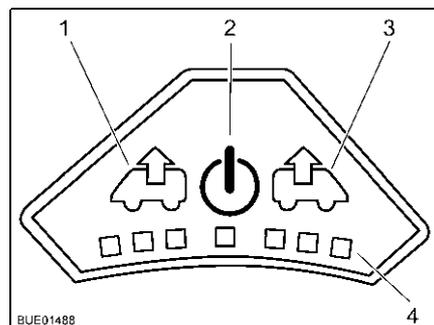

Fig. 85 Quadro comandi del ventilatore
**Accensione:** ■ Premere il tasto On/Off (Fig. 85,2). Il ventilatore funziona in modalità comfort (sfiato al numero di giri minimi del ventilatore).
**Sfiato:** ■ Per aumentare il numero di giri del ventilatore: Premere il tasto Sfiato (Fig. 85,1). Il numero di giri del ventilatore aumenta di uno stadio in direzione sfiato. I LED (Fig. 85,4) indicano gli stadi di commutazione.
■ Per ridurre il numero di giri del ventilatore: Premere il tasto Aerazione (Fig. 85,3). Il numero di giri del ventilatore si riduce di uno stadio.
**Aerazione:** ■ Per aumentare il numero di giri del ventilatore: Premere il tasto Aerazione (Fig. 85,3). Il numero di giri del ventilatore aumenta di uno stadio in direzione aerazione. I LED (Fig. 85,4) indicano gli stadi di commutazione.
■ Per ridurre il numero di giri del ventilatore: Premere il tasto Sfiato (Fig. 85,1). Il numero di giri del ventilatore si riduce di uno stadio.
**Spegnimento:** ■ Premere il tasto On/Off (Fig. 85,2). Il ventilatore si ferma, i LED si spengono.